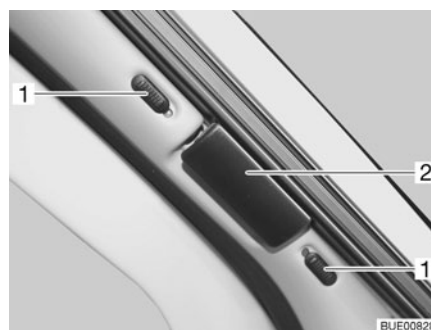
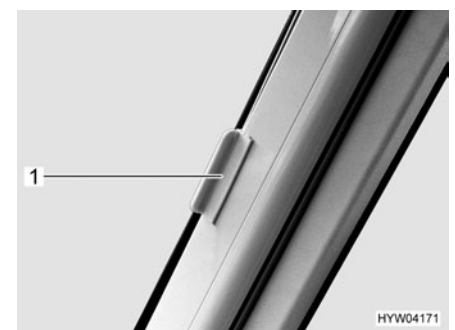

Fig. 20 Bloqueo estor plegable luna delantera
Fig. 21 Bloqueo estor plegable luna delantera (modelo I)
- Empujar ambas mitades del estor plegable para la luna delantera en el tirador (Fig. 20,2 y Fig. 21,1) hacia afuera, hasta el tope.
- Empujar los botones de bloqueo (Fig. 20,1) hacia abajo o hacia arriba. Cuando se vea el punto rojo, estará abierto el bloqueo.